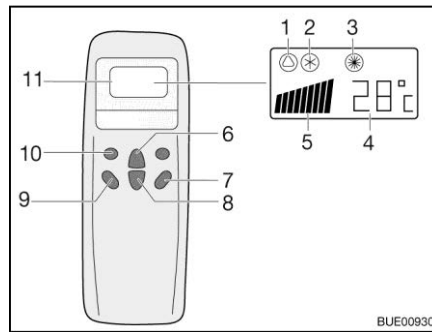
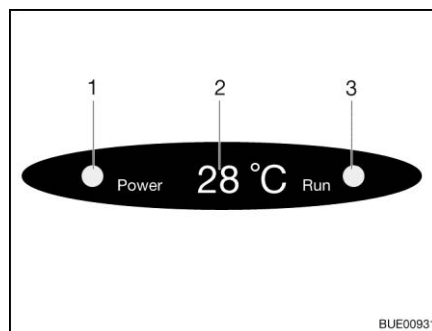

Bild 125 Fjärrstyrning
Bild 126 Diffusörens display
- Tryck på knappen "ON/OFF" (Bild 125,7).
- Tryck så många gånger på knappen "Mode" (Bild 125,10) tills önskad driftsläget (Bild 125,1, 2 eller 3) visas på displayen. Motsvarande kontrollampa tänds på diffusörens display (Bild 126,3).
- Ställ in önskad temperatur med knappen Temperaturökning (Bild 125,6) eller Temperatursänkning (Bild 125,8).
- Med knappen Fläktvarvtal (Bild 125,9) väljs önskad fläktpacitet.